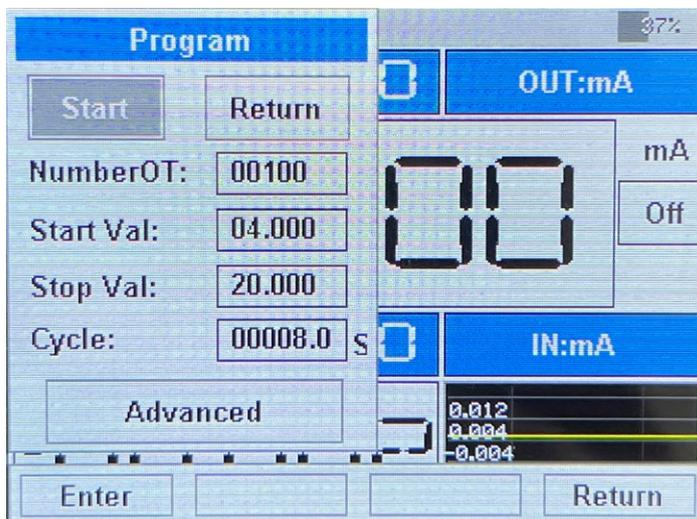

Figura 40 - Tela de configuração de saída automática
- **[Cycle]**: Modo padrão. Nesse modo, o SLC100+ irá utilizar o tempo de ciclo definido na tela anterior (veja figura 40) para definir os incrementos e os tempos de permanência.
Após definirmos os parâmetros do modo de saída automática, podemos iniciar a geração selecionando o botão **[Start]** na tela principal de configuração (ilustrada na figura 40). Após selecionarmos **[Start]**, o SLC100+ irá retornar para a tela de medição e geração, porém com informações adicionais relacionadas ao modo de geração automática, conforme ilustrado na figura abaixo: